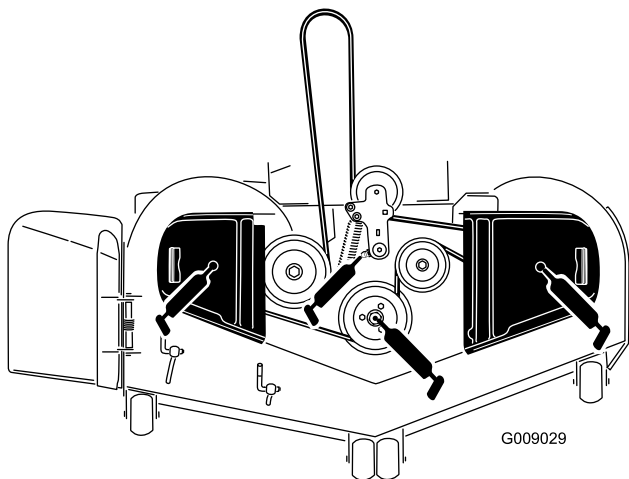

Figura 45
3. Engrase el pivote de la polea tensora de la carcasa de corte hasta que salga grasa por el extremo inferior (Figura 45).
4. Lubrique los engrasadores situados encima de los cojinetes de los 3 ejes hasta que salga grasa (Figura 45).
5. Engrase el brazo tensor de la correa de transmisión (Figura 45).